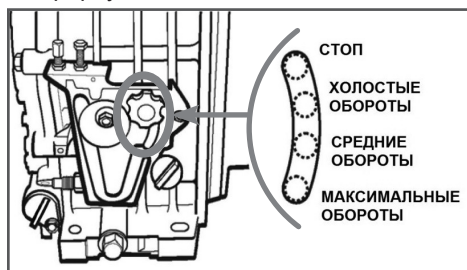

Рис. 16 Управление оборотами двигателя
3. Ослабьте затяжку гайки-фиксатора рычага управления оборотами двигателя, переведите гайку-фиксатор по направляющему пазу вниз до упора (в положение «МАКСИМАЛЬНЫЕ ОБОРОТЫ»), после чего затяните гайку (Рис. 16).
переведите гайку-фиксатор по направляющему пазу в положение «ХОЛОСТЫЕ ОБОРОТЫ», после чего затяните гайку (Рис. 16).
Прогретый двигатель можно запускать, сразу установив гайку-фиксатор рычага управления оборотами двигателя в положение «СРЕДНИЕ ОБОРОТЫ» или «МАКСИМАЛЬНЫЕ ОБОРОТЫ» (Рис. 16).
4. Ослабьте затяжку гайки-фиксатора рычага управления оборотами двигателя, переведите гайку-фиксатор по направляющему пазу вниз в положение «ХОЛОСТЫЕ ОБОРОТЫ», после чего затяните гайку (Рис. 16).
«СРЕДНИЕ ОБОРОТЫ» или «МАКСИМАЛЬНЫЕ ОБОРОТЫ» (Рис. 16).
1. Ослабьте затяжку гайки-фиксатора рычага управления оборотами двигателя, переведите гайку-фиксатор по направляющему пазу вверх в положение «ХОЛОСТЫЕ ОБОРОТЫ», после чего затяните гайку (Рис. 16).
3. Ослабьте затяжку гайки-фиксатора рычага управления оборотами двигателя, переведите гайку-фиксатор по направляющему пазу вверх до упора в положение «СТОП», после чего затяните гайку (Рис. 16).
1. Ослабьте затяжку гайки-фиксатора рычага управления оборотами двигателя, переведите гайку-фиксатор по направляющему пазу вверх до упора в положение «СТОП», после чего затяните гайку (Рис. 16).
1. После прогрева двигателя ослабьте затяжку гайки-фиксатора рычага управления оборотами двигателя, переведите гайку-фиксатор по направляющему пазу вниз до упора (в положение МАКСИМАЛЬНЫЕ ОБОРОТЫ), после чего затяните гайку (Рис. 16). Мотопомпа при этом начнет работать в режиме максимальной производительности.